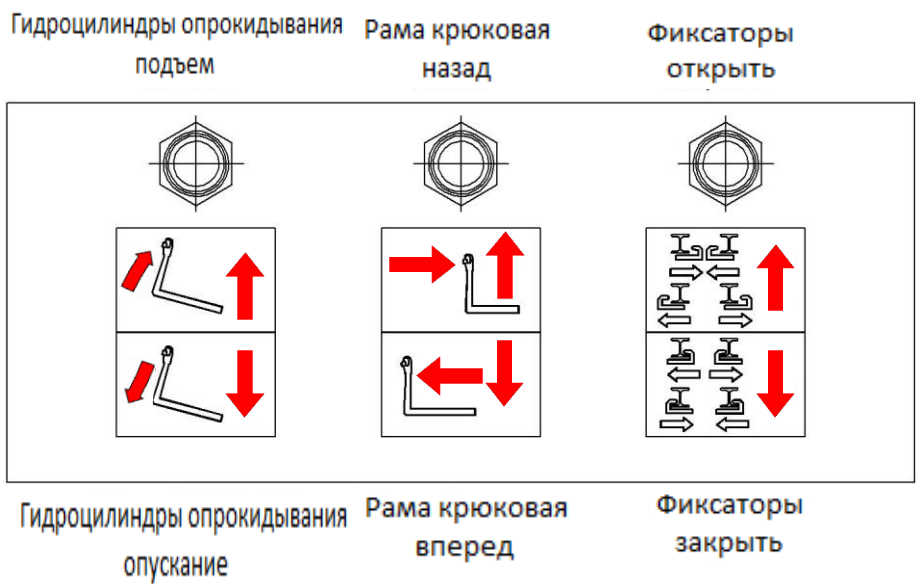

Рисунок 3.10 – Схема управления золотниками гидрораспределителя (пневматикой) оборудования с пульта управления
- проверить соответствие выполняемых операций направлениям, указанным на пультах управления (см. рисунок 3.10 и 4.32) при перемещении рычагов, которые должны возвращаться в нейтральное положение при снятии с них усилия.